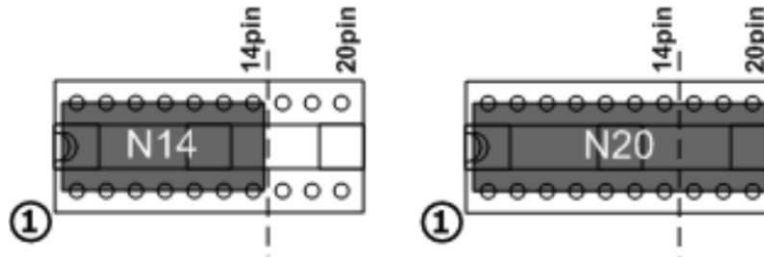

图 2. 将器件插入至目标插座
4.1 2 节 中所示的集成开发环境 (IDE) 可为整个 MSP430G2xx Value Line 提供支持。只需要将 MSPEXP430G2 LaunchPad 连接到主机 PC 的 USB 接口, 无需任何外部硬件。电源和 Spy-Bi-Wire JTAG 信号 TEST 和 RST 必须通过跳线 J3 才能使板上仿真功能与器件相连, 如 5 节所述。现在, 可将选好的器件插入到 LaunchPad 试验板的 DIP 目标插座中 (如 图 2 所示)。请将 MSP430G2xx Value Line 的 PDIP14 和 PDIP20 器件以及 MSP430F20xx 系列器件 1 脚对应 PCB 上 1 脚位置。所支持器件的完整列表在 4.7 节提供。